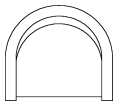

图 2-74 绘制直线
(5) 单击“默认”选项卡“绘图”面板中的“直线”按钮，捕捉适当的点为端点，绘制一条水平线，最终结果如图 2-74 所示。